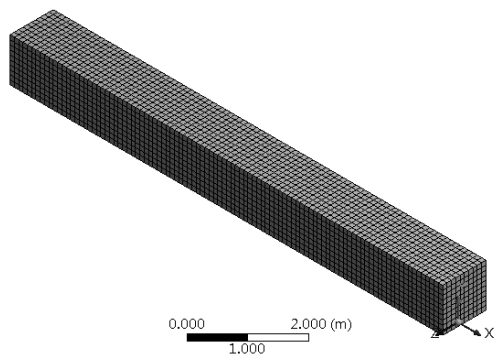

图 6-48 网格效果
Step2 :在 Outline(分析树)中的 Mesh 选项上右击 ,在弹出的快捷菜单中选择  Generate Mesh 命令,此时会弹出进度显示条,表示网格正在划分,当网格划分完成后,进度条自动消失。最终的网格效果如图 6-48 所示。